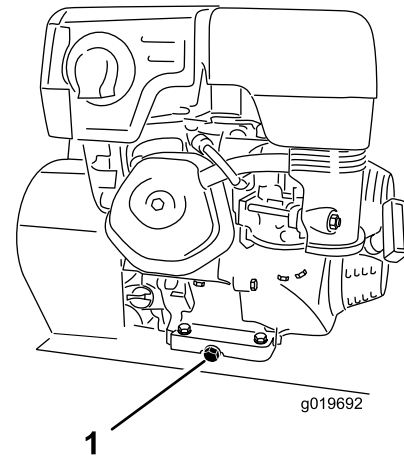

Figura 22
3. Retire el tapón de vaciado (Figura 22).